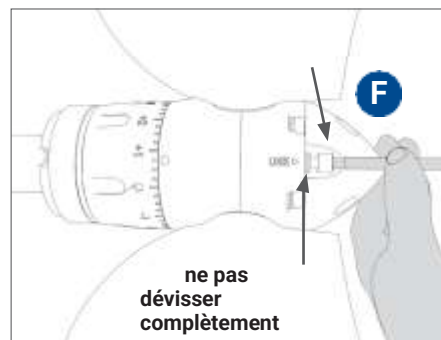

FIG. 24 Desserrage de la vis d'arrêt
- b) Dévisser la vis d'arrêt (indiquée par **F** sur la Fig. 24) sur 5-6 tours, ceci permettra de régler le pas sans courir le risque de perdre la vis dans l'eau (n.b. à 10 tours, la vis est complètement extraite de l'hélice avec le risque de la perdre).